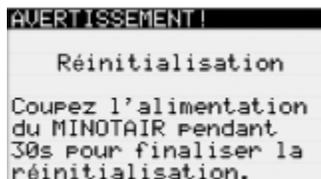

Figure 28 – On doit couper l’alimentation du MINOTAIR lorsque demandé.
**NOTE :** Si l’appareil est mis en fonction pour la première fois, ou si vous venez tout juste d’effectuer une mise à niveau du microcontrôleur, il se pourrait qu’on vous demande de couper l’alimentation du MINOTAIR pendant 30 secondes (Figure 28) en fermant le disjoncteur ou l’interrupteur du circuit électrique. Cette procédure est tout à fait normale. Rétablissez l’alimentation une fois les 30 secondes écoulées.